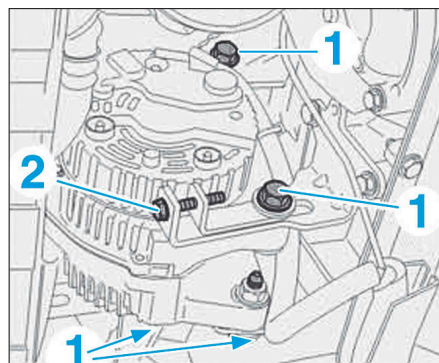

FIG. 1
- Desserrer les vis (1) (Fig.1).
- Détendre la courroie en desserrant sur la vis de tension (2).
- Tendre la courroie à la valeur préconisée en agissant sur la vis de tension (2) (Fig.1).
- Déposer les vis (1) et récupérer les entretoises (Fig.1).